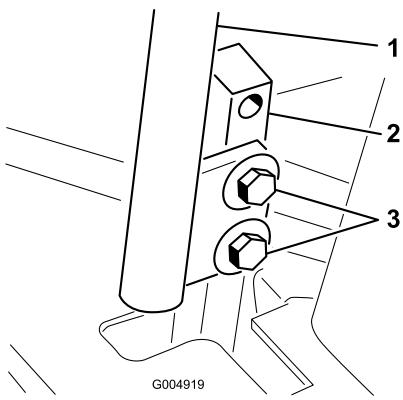

Figura 66
- Afloje los pernos que sujetan las palancas de control (Figura 66).